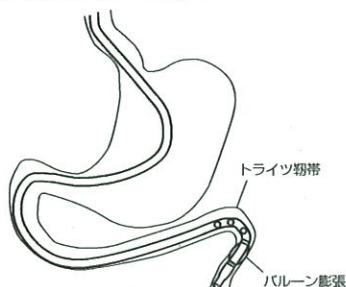

図9
14. 本品の先端誘導部およびバルーンがトライツ靱帯部を通過したら、バルーンを滅菌蒸留水により膨張させる。注入量はバルーン容量(4.0/12(mm/Fr))は15mL、(4.7/14(mm/Fr))は30mLを超えてはならない (図9)。